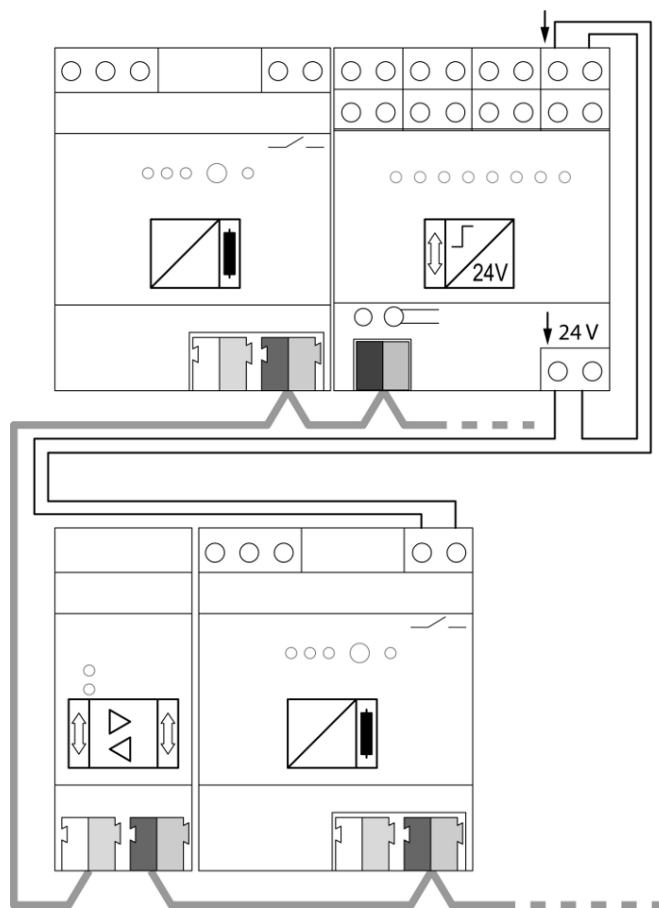

Figura 6: Esempio di applicazione – ingresso binario KNX sulla linea principale per il rilevamento e la segnalazione centrale di messaggi diagnostici
- Collegare l'ingresso binario KNX secondo l'esempio di collegamento (Vedi figura 6).